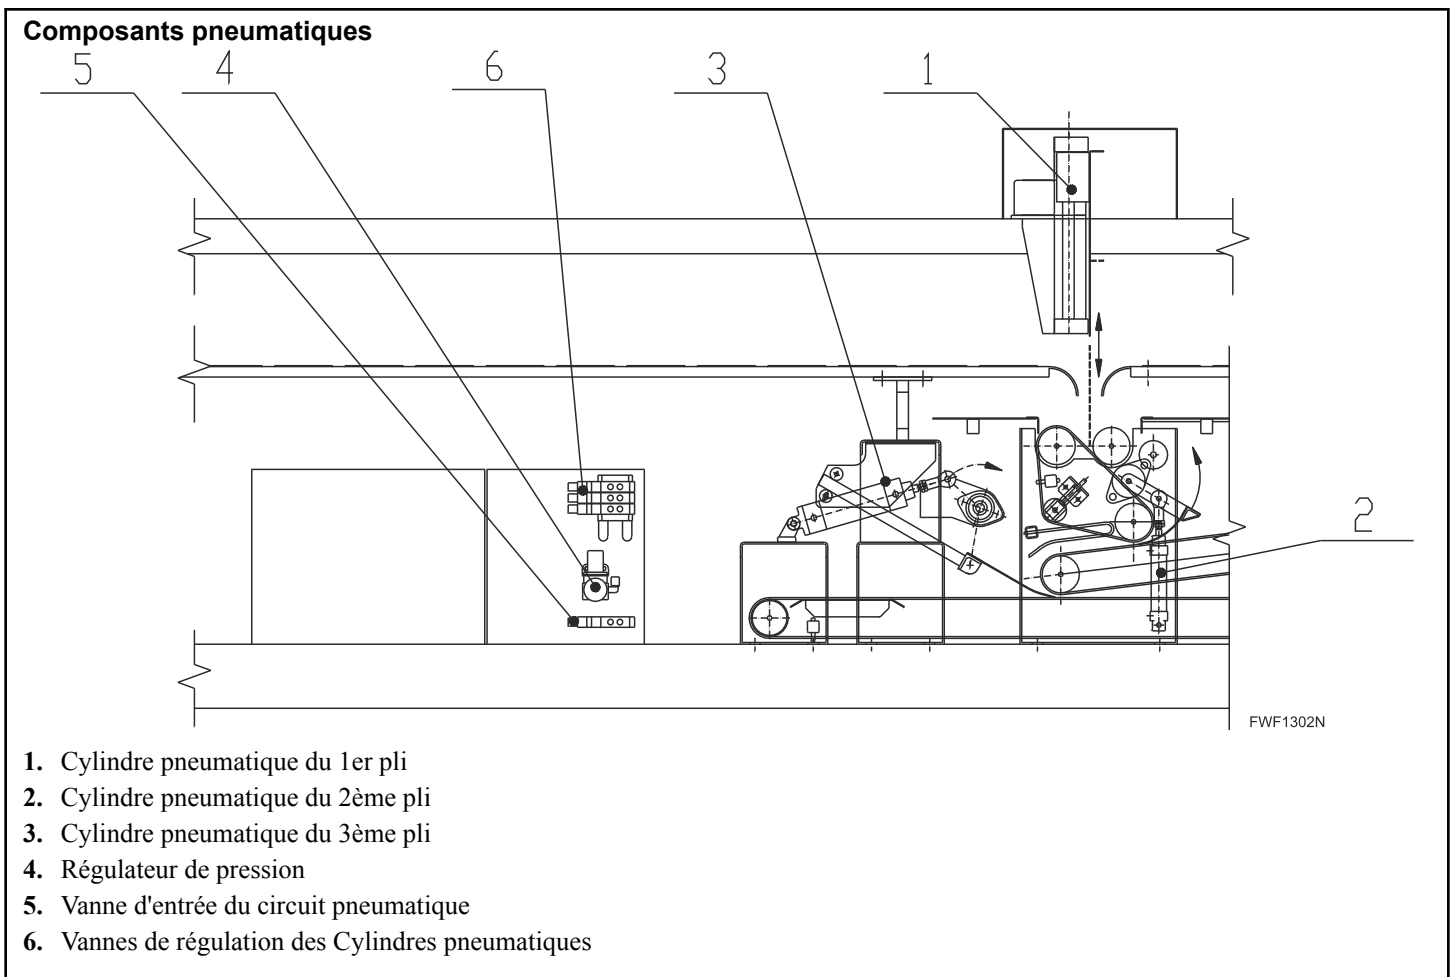

Figure 84
Le régulateur de pression (*Figure 84*, pos. 4) est réglé pour une pression de 4 bar. La vitesse de levage des rouleaux pneumatiques (1, 2, 3) peut être réglée par les vannes d'étranglement à l'entrée et à la sortie des cylindres. L'absorption en position finale est réglée à l'usine de fabrication. Le raccordement des éléments pneumatiques se fait à l'aide d'un assemblage à vis à tête creuse et de flexibles PU de diamètre 8 mm [0,31 in.] et 6 mm [0,24 in.]. Le branchement à la sècheuse-repasseuse et le branchement de l'empileuse sont effectués par le raccord rapide.